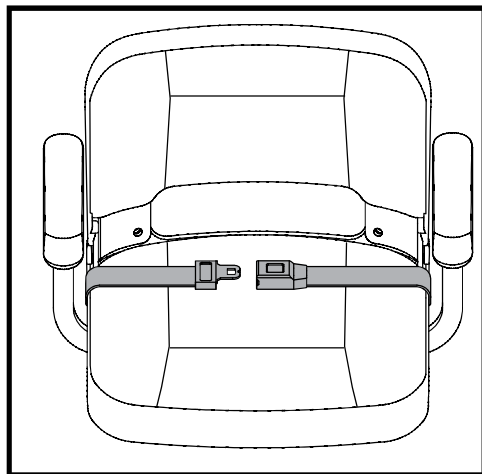

Figura 30. Cintura di sicurezza
La seduta del miniscooter può essere dotata di cinture di sicurezza regolabili per maggiore comodità. **Vedere figura 30.** La cintura di sicurezza è stata progettata per garantire un maggiore supporto all'utente ed evitare che scivoli in avanti o indietro sulla seduta. La cintura di posizionamento non è concepita come dispositivo di contenimento.
1. Inserire il gancio metallico del lato destro della cintura nella chiusura di plastica al lato opposto spingendo fino a sentire un "click". **Vedere figura 30.**